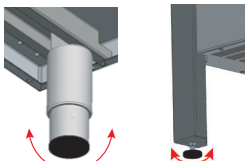

Figure 4. Mise à niveau de l'appareil
- La cuisine doit être placée sur un sol dur et stable dans une pièce destinée à la cuisine, conforme aux dispositions de la loi de construction, puis nivelée à l'aide de pieds réglables (Fig. 4).